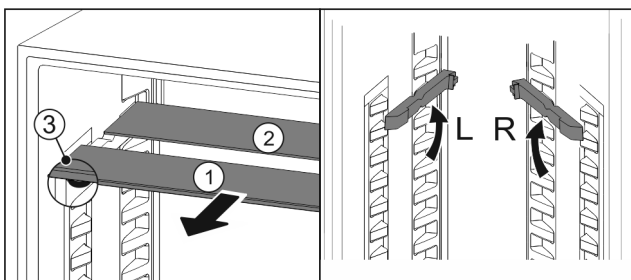

Fig. 35
- ▶ Glasplaten afzonderlijk vanaf de voorkant eruit trekken Fig. 35 (1).
- ▷ Glasplaat Fig. 35 (1) met sierlijst ligt voor.
- ▷ Stops Fig. 35 (3) zijn naar onder gericht.